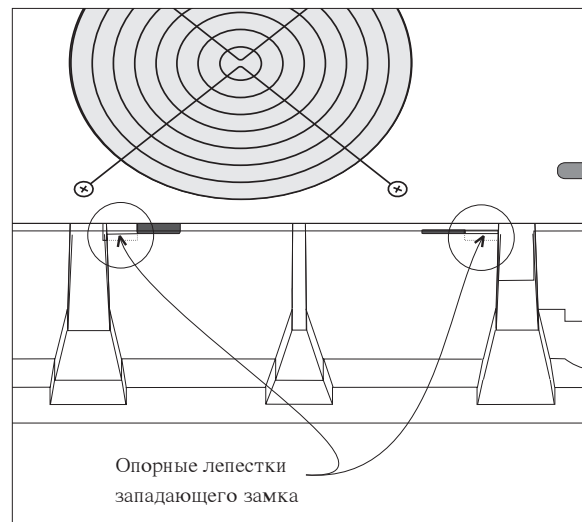

Рис. 5-8 Положение опорных лепестков при надлежащей установке силового модуля
3. Надежно задвиньте силовой модуль в отсек для подключения внутреннего соединителя. Специальные фиксирующие выступы найдут в предусмотренные для них места. См. рис. 5-8.